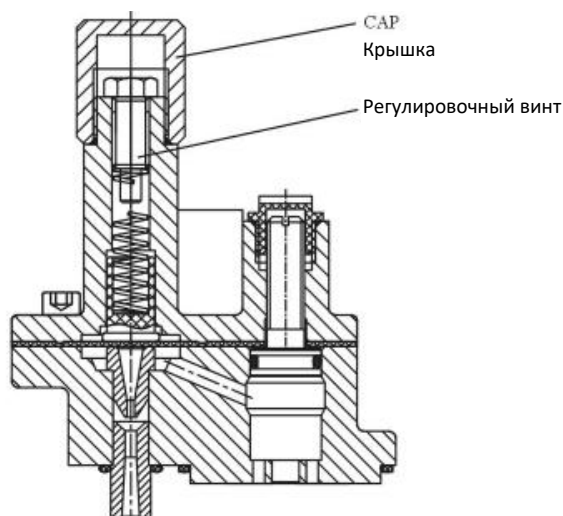

Рисунок 14: Колпачок и регулировочный винт функционального элемента
1. Снимите колпачок (см. Рисунок 14).
2. Открутите регулировочный винт (см. Рисунок 14). Затягивание винта по часовой стрелке увеличивает давление. Когда регулировочный винт полностью опущен, давление сброса составляет примерно 30 psi (207 кПа). Полное поднятие приведет к сбросу давления в диапазоне 0–3 psi (0–20 кПа).
4. Чтобы сбросить давление, открутите винт функционального элемента (см. Рисунок 14 на стр. 16) или снимите два фиксирующих болта и раскачивайте насос, чтобы позволить избыточному давлению перейти в резервуар.